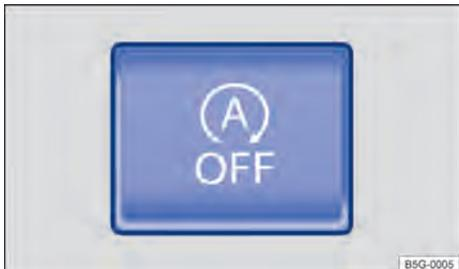

Fig. 91 En la consola central: botón del sistema Start-Stop (según versión del vehículo).
- Presione la tecla  en la consola central → fig. 91 O en la pantalla de la radio para desactivar el sistema manualmente.
- Presione la tecla  en la consola central → fig. 91 O en la pantalla de la radio nuevamente para activar el sistema manualmente.